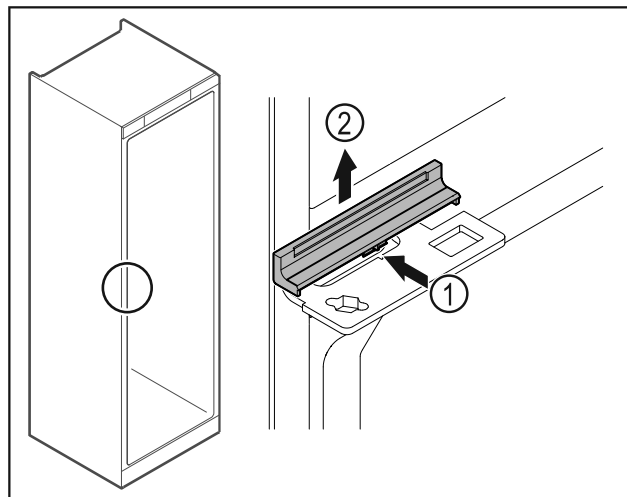

Fig. 38
- Finoman nyomja be a közepén a burkolatot Fig. 38 (1), és felfelé vegye le Fig. 38 (2).